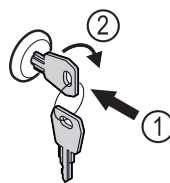

Fig. 125 Voorbeeld
- ▶ Sleutel erin duwen Fig. 125 (1).
- ▶ Sleutel 90° rechtsom draaien Fig. 125 (2).